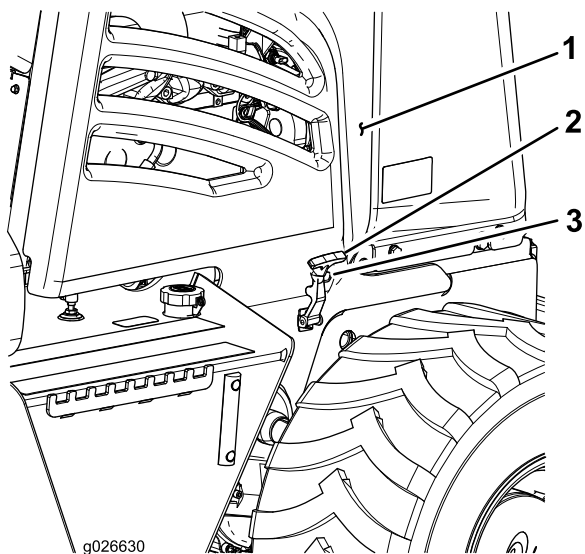

Figura 35
2. Tirate l'impugnatura del fermo del pannello e alzate il fermo liberandolo dalla staffa di ancoraggio (Figura 35).
- 3. Sollevate il pannello laterale verso l'alto ed estraetelo dalla macchina (Figura 35).
- 4. Tirate verso l'esterno l'impugnatura del fermo del pannello, quindi ruotatela fino a che risulta allineata con la staffa di ancoraggio (Figura 35).